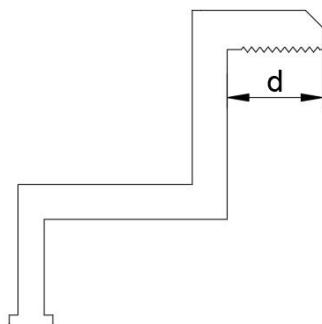

图 8 边压块横截面示意图
⑨ 为防止安装组件后脱框，建议选择边缘安装压块和中间安装压块与边框 A 面接触面均带有花纹槽结构的压块，花纹槽结构建议数量为 9 个左右，相邻花纹槽距离建议 1.2mm 左右，花纹槽深度建议 0.6mm 左右，如图 8 所示。